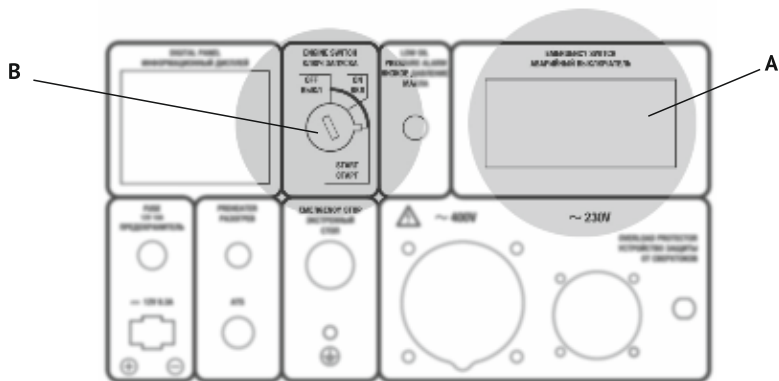

Рис. 9
- Установить ключ в положение ВКЛ (рис.9, **B**).
- Установите автомат защиты (аварийный выключатель) в положение ВЫКЛ (рис.9,А).
- Поверните ключ в положение ВЫКЛ (рис.9,В).